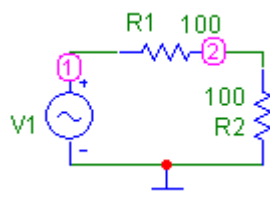

Рис. 2.11
2.7.1. В программе MicroCAP соберите цепь с гармоническим источником напряжения с амплитудой 1 В и частотой 1 МГц (модель SineSours, 1 MHz), показанную на рис. 2.11, с сопротивлениями  $R1 = R2 = 100$  Ом.
2.7.3. В цепи рис. 2.11 установите следующие параметры источника